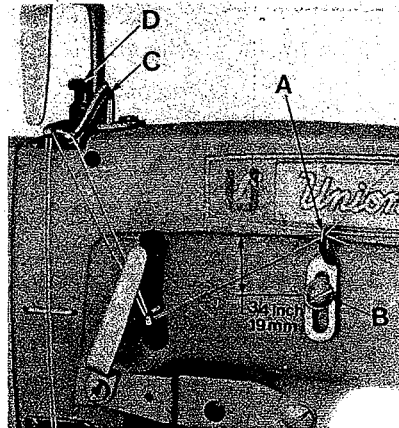
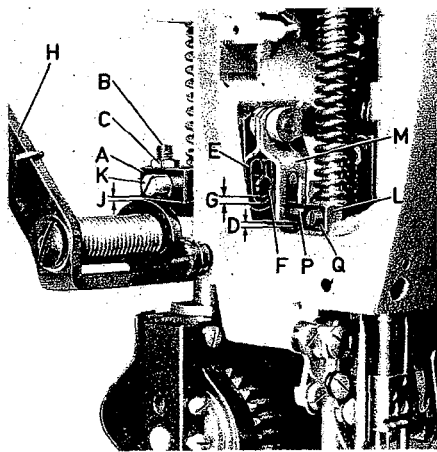

Fig. 30
Fig. 30A
Set the needle thread frame eyelet hole (A, Fig. 30) 19 mm = 3/4 inch above the center of mounting screw (B, Fig. 30). Lower it for more needle thread, raise it for less needle thread in the stitch. Set the needle thread take-up wire (C, Fig. 30) as low as possible. Raising the take-up wire increases the needle thread loop.
Stellen Sie die Nadelfadenführung am Gehäuse (A, Fig. 30) 19 mm hoch zur Mitte der Befestigungsschraube (B, Fig. 30) ein. Wird die Fadenführung tiefer gestellt bekommen Sie mehr Nadelfaden in die Naht. Durch Höherstellen erreichen Sie das Gegenteil. Stellen Sie den Nadelfadenabzug (C, Fig. 30) so tief wie möglich. Wird der Nadelfadenabzugsbügel nach oben gestellt, wird die rechte Nadelfaden-schlinge größer.
Insert a ply of fabric between upper and lower puller roller. Loosen screw (S, Fig. 30 C) then set the puller presser bar collar (A, Fig. 30 A) by means of adjusting screw (B, Fig. 30 A) so, that the distance (J, Fig. 30 A) between screw (K, Fig. 30 A) and hand lever (H, Fig. 30 A) is 0, 2 - 0, 5 mm (. 008 - . 020 inch), at the same time the upper puller roller must rest upon fabric. Secure screw (B, Fig. 30 A) with nut (C, Fig. 30 A). Retighten screw (S, Fig. 30 C).
Set the presser bar connection and guide (L, Fig. 30 A) so that puller roller and presser foot are lifted simultaneously when actuating the presser foot lifter lever and the presser foot is resting on the throat plate.
Legen Sie eine Lage zwischen die obere und untere Pullerrolle. Lösen Sie die Schraube (S, Fig. 30 C) dann stellen Sie den Mitnehmer (A, Fig. 30 A) mit der Stellschraube (B, Fig. 30 A) so ein, daß der Abstand (J, Fig. 30 A) zwischen Schraube (K, Fig. 30A) und dem Handhebel (H, Fig. 30 A) 0, 2 - 0, 5 mm beträgt, dabei muß die obere Pullerrolle auf dem Stoff aufliegen. Stellen Sie mit der Mutter (C, Fig. 30 A) die Schraube (B, Fig. 30 A) fest. Ziehen Sie die Schraube (S, Fig. 30 C) wieder an.
Die Drückerfußverbindung und Führung (L, Fig. 30 A) muß so gestellt werden, daß beim Betätigen des Drückerfuß-Lifterhebels Drückerfuß und Pullerrolle gleichzeitig angehoben werden, wenn der Drückerfuß auf der Stichplatte aufliegt.
Insert a ply of fabric between upper and lower puller roller. Loosen screw (S, Fig. 30 C), set the puller presser bar collar (A, Fig. 30 A) by means of adjusting screw (B, Fig. 30 A) so, that the distance (J, Fig. 30 A) between screw (K, Fig. 30 A) and hand lever (H, Fig. 30 A) is 0,2 - 0,5 mm (.008 - .020 inch), at the same time the upper roller must rest upon fabric. Secure screw (B, Fig. 30 A) with nut (C, Fig. 30 A). Retighten screw (C, Fig. 30 C). Set link (E, Fig. 30 A) by changing the length of the tractor cable (R, Fig. 30 B) so that the distance (G, Fig. 30 A) between link (E, Fig. 30 A) and screw (F, Fig. 30 A) is 0,5 - 1 mm (.020 - .040 inch).
Now set presser bar connection and guide (L, Fig. 30 A) so that the distance (D, Fig. 30 A) between link (M, Fig. 30 A) and screw (P, Fig. 30 A) is 0,5 - 1 mm (.020 - .040 inch) when the presser foot is resting on the throat plate.
For making this adjustment turn the handwheel in operating direction until the needle bar is in its lowest position and loosen screw (Q, Fig. 30 A). Then, while holding the presser foot down on the throat plate surface, pry up the presser bar connection and guide (L, Fig. 30 A) with a screwdriver to obtain the required setting. Retighten screw (Q, Fig. 30 A).
The presser foot must rest on the throat plate, when the upper puller roller is lifted with the hand lever (H, Fig. 30 A).
Regulate the presser spring regulating screw (D, Fig. 30) so that it exerts only enough pressure on the presser foot to feed the work uniformly. The regulating screw is located directly behind the needle bar in the head of the machine. The pressure exerted by the presser spring should be slightly more than the pressure exerted by the spring for the presser foot yielding section. Turning the regulating screw clockwise increases the pressure, counterclockwise decreases the pressure.
Legen Sie eine Lage Stoff zwischen die obere und untere Pullerrolle. Lösen Sie die Schraube (S, Fig. 30 C), dann stellen Sie den Mitnehmer (A, Fig. 30 A) mit der Stellschraube (B, Fig. 30 A) so ein, daß der Abstand (J, Fig. 30 A) zwischen Schraube (K, Fig. 30 A) und Handhebel (H, Fig. 30 A) 0,2 - 0,5 mm beträgt, dabei muß die obere Pullerrolle auf dem Stoff aufliegen. Stellen Sie mit der Mutter (C, Fig. 30 A) die Schraube (B, Fig. 30 A) fest. Ziehen Sie die Schraube (S, Fig. 30 C) wieder an. Die Lasche (E, Fig. 30 A) wird durch Veränderung der Länge des Zugseils (R, Fig. 30 B) so eingestellt, daß der Abstand (G, Fig. 30 A) zwischen Lasche (E, Fig. 30 A) und Schraube (F, Fig. 30 A) 0,5 - 1 mm beträgt.
Die Drückerfußverbindung und Führung (L, Fig. 30 A) wird nun so eingestellt, daß bei auf der Stichplatte aufliegendem Drückerfuß, der Abstand (D, Fig. 30 A) zwischen Lasche (M, Fig. 30 A) und Schraube (P, Fig. 30 A) 0,5 - 1 mm beträgt.
Zum Einstellen drehen Sie das Handrad in Nährichtung, bis die Nadelstange in der untersten Stellung ist und lösen die Schraube (Q, Fig. 30 A). Während Sie nun den Drückerfuß auf die Stichplatte herunterdrücken, heben Sie mit einem Schraubendreher die Drückerfußverbindung und Führung (L, Fig. 30 A) in die gewünschte Stellung. Ziehen Sie die Schraube (Q, Fig. 30 A) wieder an.
Der Drückerfuß muß auf der Stichplatte aufsitzen, wenn die obere Pullerrolle mit dem Handhebel (H, Fig. 30 A) angehoben wird.
Stellen Sie die Drückerfuß-Regulierschraube (D, Fig. 30) so ein, daß gerade so viel Druck auf dem Drückerfuß ist, daß ein gleichmäßiger Transport gewährleistet wird. Die Regulierschraube ist direkt hinter der Nadelstange auf dem Maschinenarm. Der Druck den die Drückerfußfeder erzeugt, sollte gerade etwas größer sein als der Druck den die Feder für das Drückerfußseitenteil erzeugt. Drehen der Regulierschraube im Uhrzeigersinn verstärkt den Druck, drehen entgegen dem Uhrzeigersinn bewirkt das Gegenteil.
For adjusting puller roller motion loosen nut (A, Fig. 30 E). Turning screw (B, Fig. 30 E) clockwise decreases the puller roller motion, turning it counterclockwise increases the motion. Tighten nut (A) after making this adjustment.
The puller brake is adjusted in the factory. If it is necessary to readjust it, remove screw (A, Fig. 30 D), loosen nut (B, Fig. 30 D) and screw (E, Fig. 30 D) and set the puller brake by means of nut (C, Fig. 30 D) until the lever (D, Fig. 30 D) can be moved with a force of 25 N (5,5 lbf.). Retighten all screws and nuts after making this adjustment. Make sure that nut (C) does not turn while tightening nut (B).
Zum Einstellen des Pullertransportwegs lösen Sie die Mutter (A, Fig. 30 E). Drehen der Schraube (B, Fig. 30 E) im Uhrzeigersinn verkleinert den Pullertransportweg, drehen im Gegenuhrzeigersinn vergrößert ihn. Ziehen Sie die Mutter (A) nach dieser Einstellung wieder an.
Die Pullerbremse wird im Werk eingestellt. Wird eine Neueinstellung notwendig, entfernen Sie die Schraube (A, Fig. 30 D), lösen Sie die Mutter (B, Fig. 30 D) und die Schraube (E, Fig. 30 D) und stellen Sie mit der Mutter (C, Fig. 30 D) die Pullerbremse so ein, daß der Hebel (D, Fig. 30 D) mit einer Kraft von 25 N bewegt werden kann. Ziehen Sie nach dieser Einstellung alle Schrauben und Muttern wieder an. Beachten Sie beim Festziehen der Mutter (B) daß die Mutter (C) nicht mehr gedreht wird.